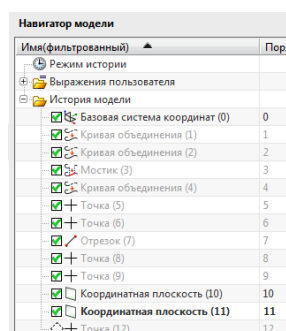

рис.95
- Теперь выполните «забытое» построение. Например, создайте вторую вспомогательную плоскость, перпендикулярную первой. Строки новых операций при этом будут дописываться в НМ **ниже «текущей»** строки (рис.95).
- После этого дополнительного построения состояние и НМ, и содержимое рабочего поля изменятся (рис.95, 96). Всё, вы выполнили свою вставку.